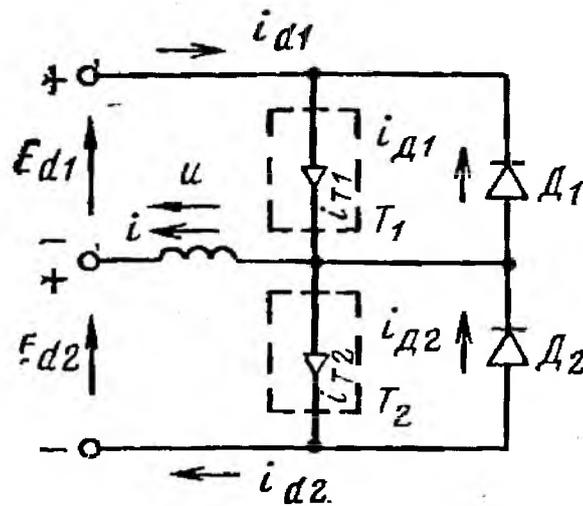

Рис. 12. Схема идеального однофазного инвертора с двумя источниками питания
16. В идеализированной схеме однофазного инвертора, показанной на рис. 12, тиристоры заменены ключами и диодами, соединенными последовательно. Нагрузка состоит из индуктивности  $L$ . Построить кривые токов  $i_{d1}, i_{d2}, i, i_{D1}, i_{D2}, i_{T1}, i_{T2}$ , и напряжения  $u$  и вычислить средние значения токов тиристоров и диодов, если  $E_d = 10$  В,  $L = 1$  мГн,  $f = 100$  Гц.